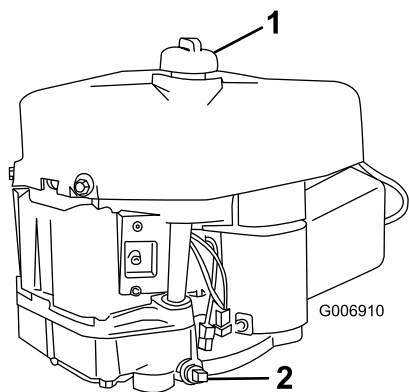

Figura 17
6. Limpie alrededor de la varilla de nivel de aceite (Figura 17) para impedir que caiga suciedad por el orificio de llenado y cause daños en el motor.
- Coloque un recipiente debajo del tapón de vaciado del aceite y retire éste (Figura 17).
- Vierta lentamente aproximadamente el 80% de la cantidad especificada de aceite por el orificio de llenado (Figura 17). Compruebe el nivel de aceite; consulte 4 y 5 de Verificación del nivel de aceite.
llenado (Figura 17). Compruebe el nivel de aceite; consulte 7 y 8 de Verificación del nivel de aceite.